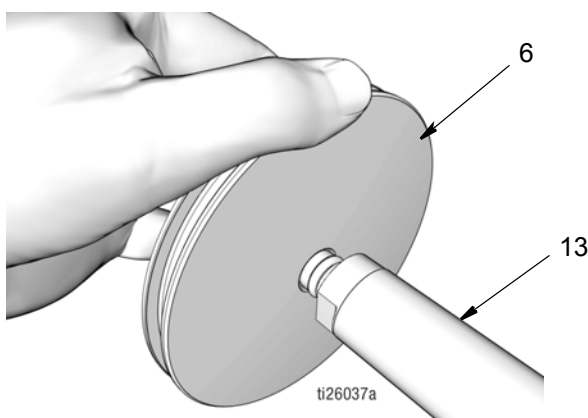

FIG. 48
- c. Empuje el pistón (6) sobre el extremo del vástago del pistón (13) hasta que se asiente en el vástago (FIG. 48).